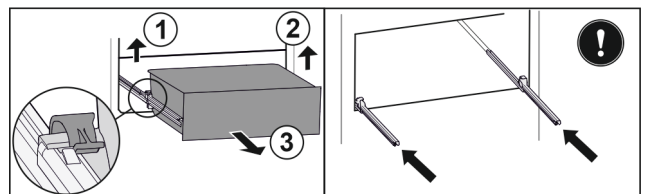

Fig. 142
- Podignite lijevu stezaljku i istovremeno izvucite ladicu lijevo prema naprijed. Fig. 142 (1)
- Podignite desnu stezaljku i istovremeno izvucite ladicu desno prema naprijed. Fig. 142 (2)
- Izvadite ladicu prema naprijed. Fig. 142 (3)